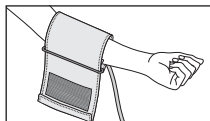

Рис.7
2. Наденьте манжету на левую руку, при этом трубка должна быть направлена в сторону ладони (рис. 7). Если измерение по левой руке затруднено, то измерять можно по правой руке. В этом случае необходимо помнить, что показания могут отличаться на 5-10 мм рт. ст.